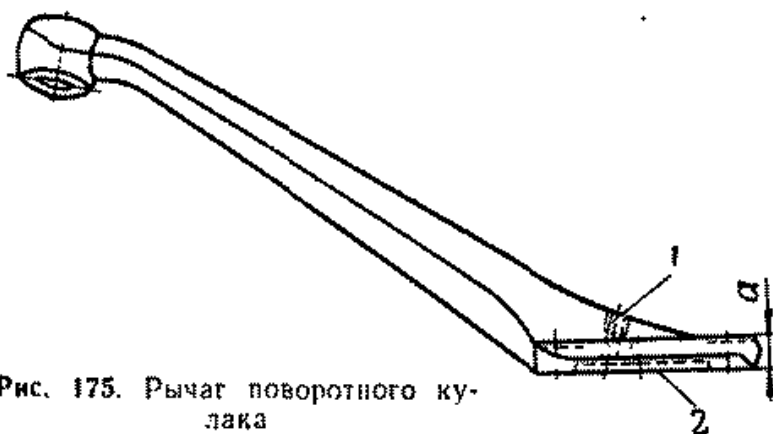

Рис. 175. Рычаг поворотного кулака
6. Рычаг поворотного кулака (рис. 175)